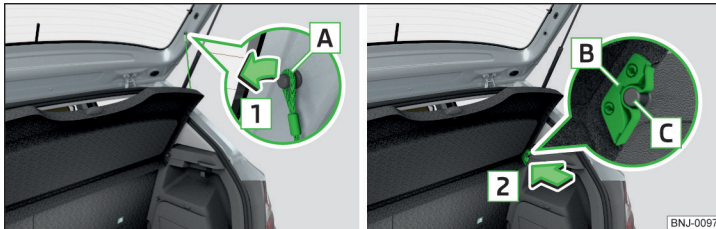

Abb. 95 Gepäckraumabdeckung herausnehmen
Sind die Haltebänder **A** » Abb. 95 an der Gepäckraumklappe eingehängt, dann wird beim Öffnen der Klappe die Gepäckraumabdeckung (nachstehend nur Abdeckung) mit angehoben.
- Auf den beiden Seiten der Gepäckraumklappe die Haltebänder **A** in Pfeilrichtung **1** aushängen » Abb. 95.
- Die Aufnahmen **B** an der Abdeckung über die Bolzen **C** stellen » Abb. 95.
Im vorderen Bereich müssen die Aufnahmen **B** » Abb. 95 auf Seite 81 an der Abdeckung vollständig in den Bolzen an der Seitenverkleidung einrasten. Im hinteren Bereich muss die Abdeckung auf beiden Seiten unter der Verrastung gesichert sein.